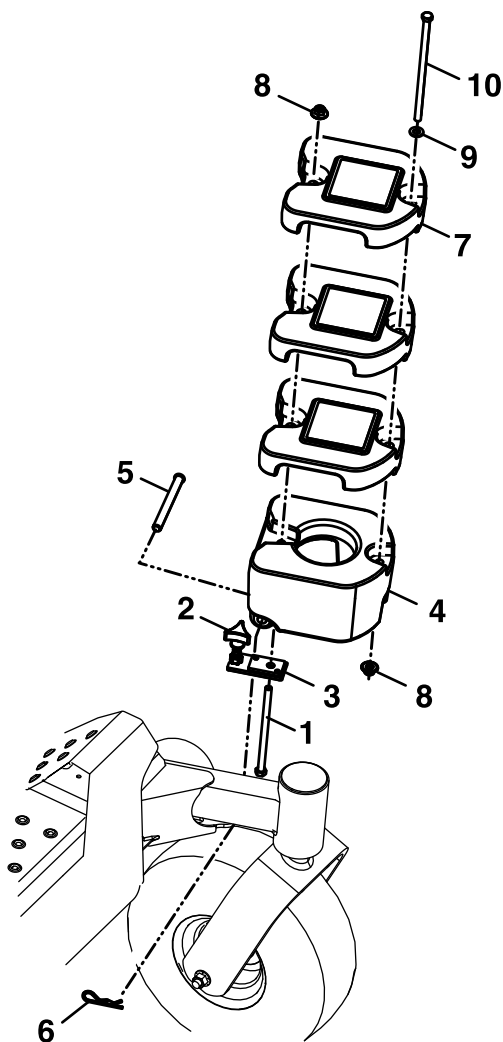

Figura 29
- A. Retire la contratuercas ($\frac{3}{8}$ ") de la parte inferior del peso de 20.4 kg (45 libras) montado en el brazo de la rueda giratoria (Figura 29).
- B. Retire el perno ($\frac{3}{8}$ " x 8") y la arandela (Figura 29).
- C. Retire la contratuercas ($\frac{3}{8}$ ") del peso superior de 9.1 kg (20 libras) Figura 29.